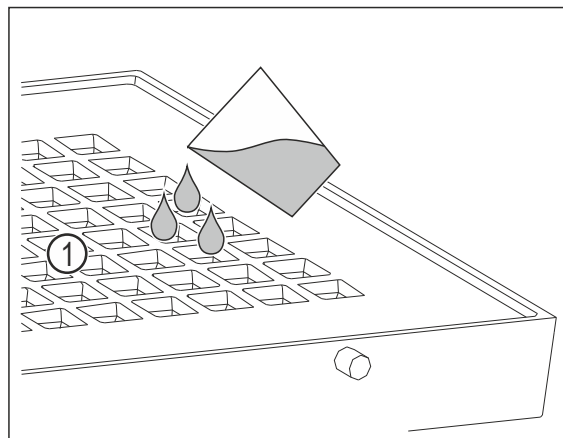

Fig. 158
- Maximaal 400 ml water via de gaten Fig. 158 (1) in de afdekking vullen.